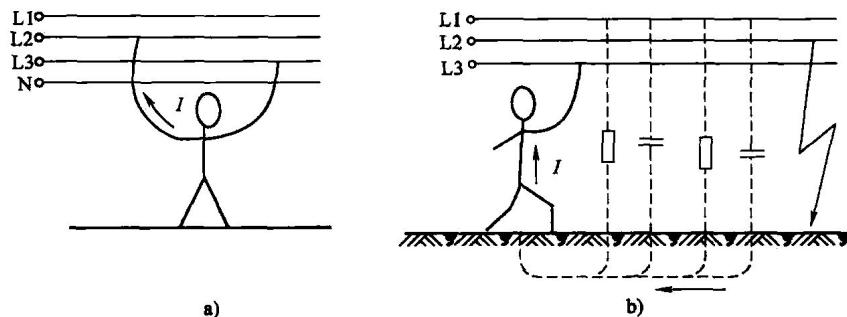

图 1-2 两相触电
2) 两相触电。指人体不同部位同时接触两相电源带电体而引起的触电，如图 1-2 所示。